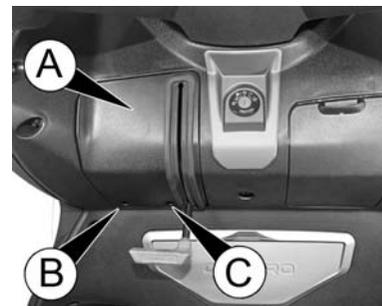

fig. 8
- retirez le couvercle A fig. 8 en dévissant les vis B et C ;